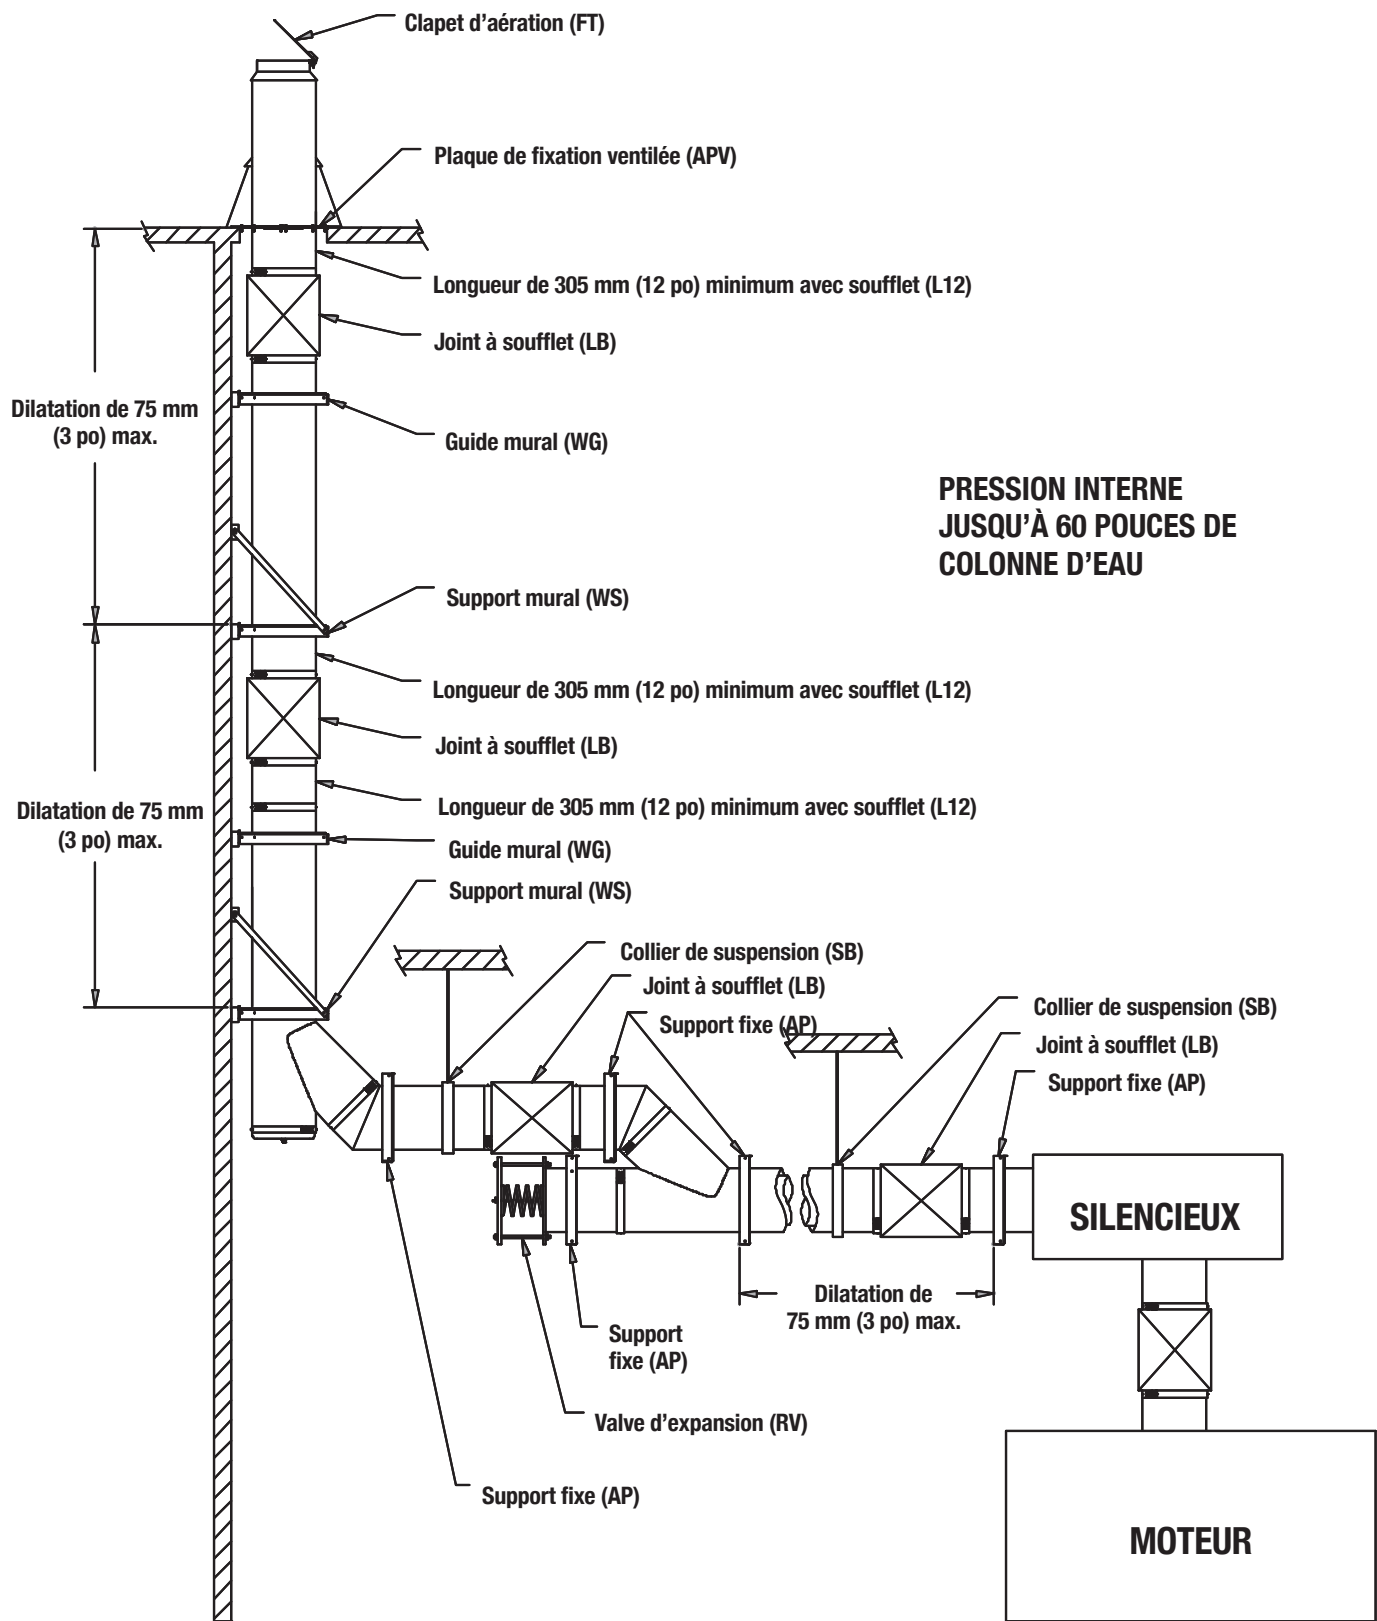

Figure 51 - Installation d'un joint à soufflet pour un moteur Diesel
1. Un joint de dilatation à soufflet ou une longueur ajustable installé verticalement doit être installé directement en dessous d'une petite longueur de cheminée fixée au support le plus haut, entre des points fixes (voir **Figure 51**).
4. Il est suggéré de toujours installer un conduit de 30 cm (12 po) de long de chaque côté du soufflet pour assurer un dégagement pour le chemisage et permettre l'accessibilité pour le support et le guidage. Voir **Figure 51** - Joint à soufflet, pour le positionnement correct d'un joint de dilatation à soufflet.